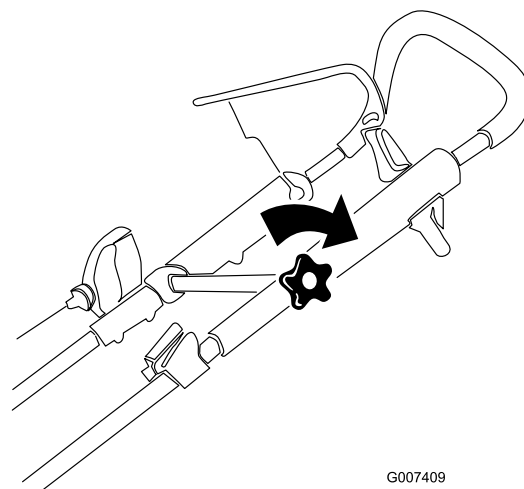

Figura 14
3. Apriete firmemente el pomo del manillar superior (Figura 14).